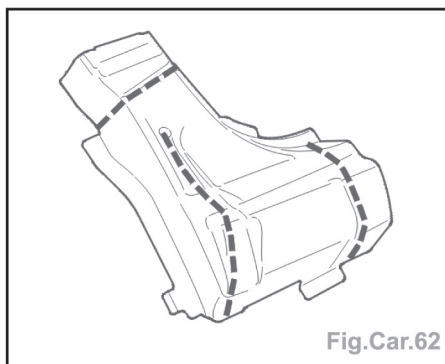

Fig.Car.62
- Appliquer un mastic d'étanchéité et de soudage (Fig.Car.62).